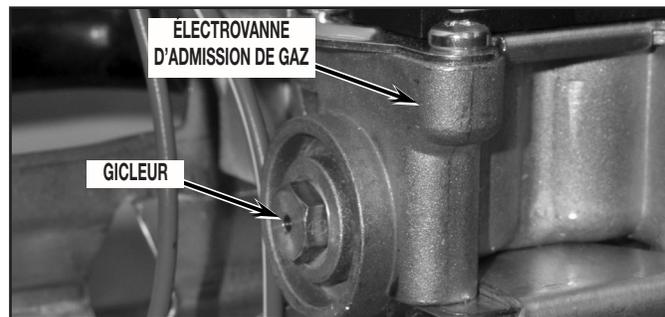

FIGURE 21
25. Démontez le gicleur du brûleur de l'électrovanne d'admission de gaz, et installez à la place le gicleur approprié fourni dans cet ensemble. Le numéro du gicleur est gravé sur un pan de la tête hexagonale du gicleur. Veillez à bien serrer. Voir *Figure 21*.